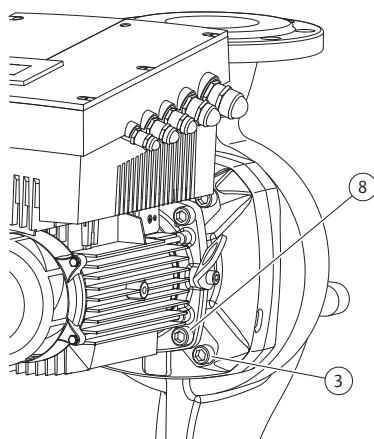

Fig. 52: Opciono pričvršćivanje utičnog sklopa
11. Olabaviti zavrtnje (Fig. 7, poz. 3) i ukloniti ih. U zavisnosti od tipova pumpi, skinuti i spoljne zavrtnje (Fig. 52, poz. 3). Nakon uklanjanja zavrtnjeva, utični sklop (vidi Fig. 13) ostaje bezbedno u kućištu pumpe, a u horizontalnom položaju vratila motora takođe ne postoji opasnost od prevrtanja.
16. U zavisnosti od tipa pumpe, olabaviti zavrtnje (Fig. 7, poz. 10) ili alternativno zavrtnje (Fig. 52, poz. 8).
22. Laternu pažljivo navući na vratilo i pozicionirati je u stari, odn. drugi željeni ugaoni položaj u odnosu na prirubnicu motora. Pritom voditi računa o dozvoljnim položajima ugradnje komponenata (vidi poglavlje 7.1 „Dozvoljeni položaji ugradnje i promena rasporeda komponenata pre instalacije“ na strani 19). Laternu pričvrstiti pomoću zavrtnjeva (Fig. 7, poz. 10) ili – kod tipova pumpi/tipova laterni (Fig. 52) – pomoću zavrtnjeva (Fig. 52, poz. 8) na prirubnicu motora.